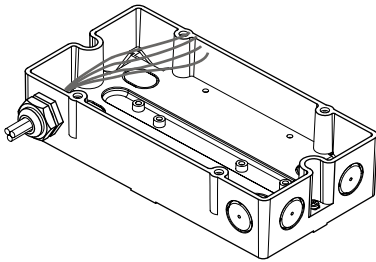

Рис. 5
4. Прикрепите кабельные сальники с резьбой M20 к корпусу (Рис. 5).